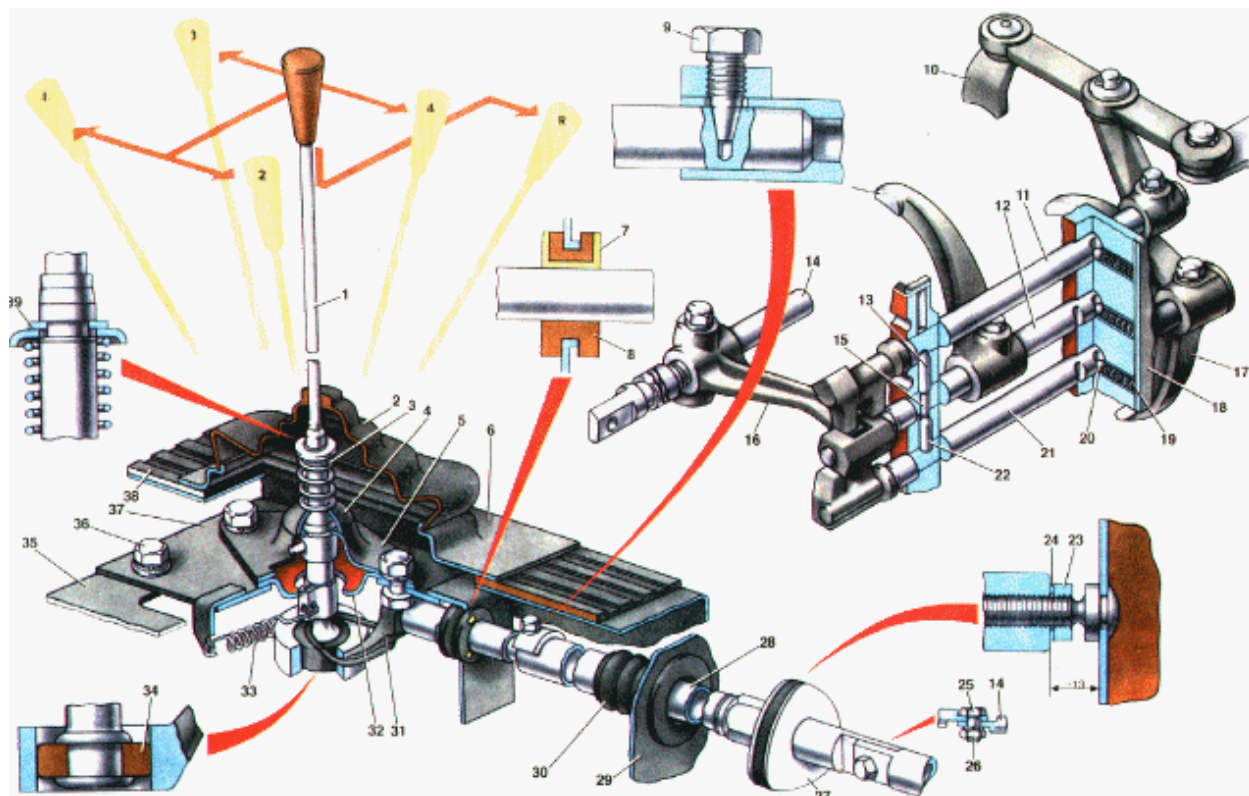

Рис. 16. Механизмы переключения и управления коробкой передач:
**Переключение передач** осуществляется с помощью муфт, вилок и трех подвижных штоков (рис. 16), параллельных друг другу и расположенных в одном ряду. Штоки перемещаются в отверстиях, расточенных в задней и средней стенках картера коробки передач. Концы штоков, входящие в полость задней крышки, имеют пазы, в которые входит ползун переключения.
- проверить и при необходимости подтянуть стопорный болт 9 (рис. 16) крепления вала управления с ползуном механизма и болт 25 крепления вала управления с ползуном коробки передач;